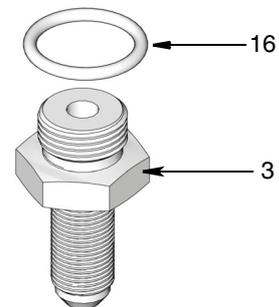

FIG. 3
3. Installez le joint torique (16) sur le raccord de traversée de cloison (3) comme illustré dans la FIG. 3.